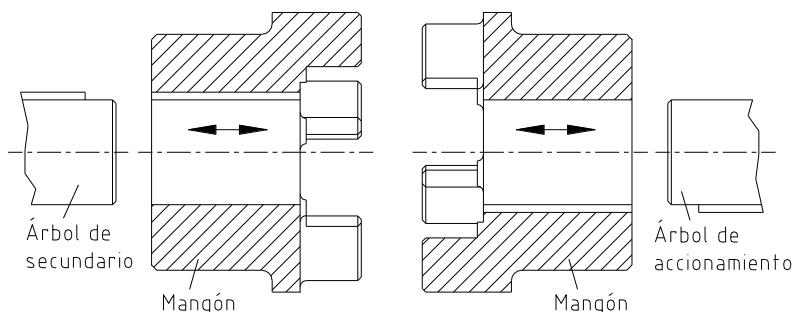

Figura 10: Montaje de los mangones
- Monte los mangones sobre el eje del lado conducido y motriz (véase figura 10).